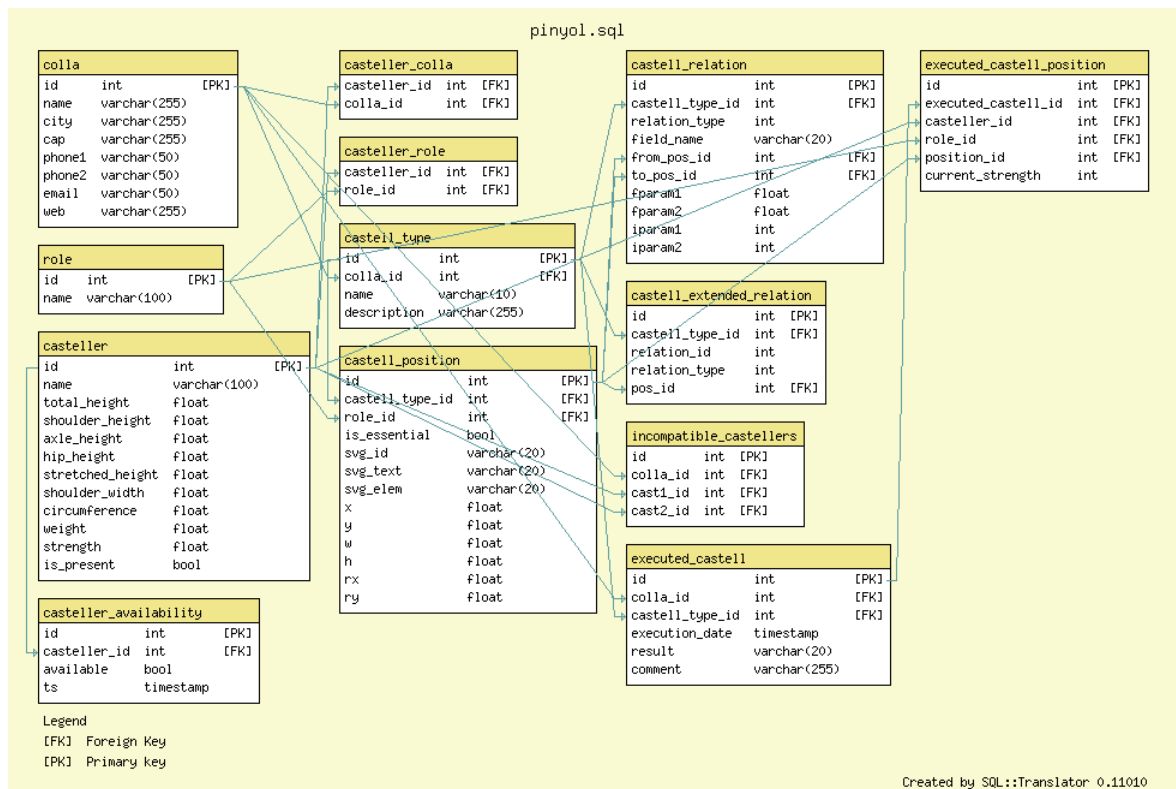

FIGURA 1. Las diferentes tablas y las relaciones entre sus campos clave
1.1. Base de datos. Los datos de los castilleros residen en una base de datos MySQL con el esquema de la Figura 1.